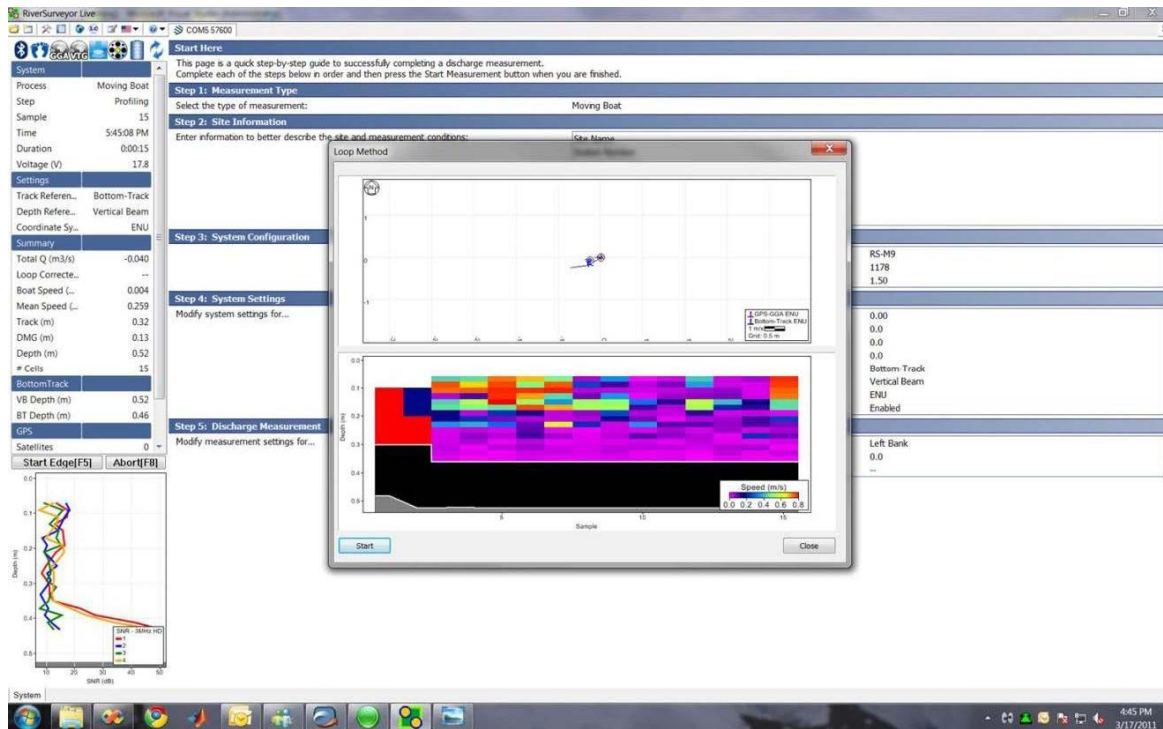

Figura 103. Inicio del Método de doble recorrido
- En el software para PC, aparecerá la ventana correspondiente al método de doble recorrido frente a la página del transecto como se muestra en la *figura 103*. Asegúrese de que el barco permanezca inmóvil y situado en la posición inicial. Pulse el botón **Start** y proceda a realizar un recorrido a velocidad constante de ida y vuelta a través de la corriente. En pantalla se muestra el recorrido del barco y una gráfica del contorno.